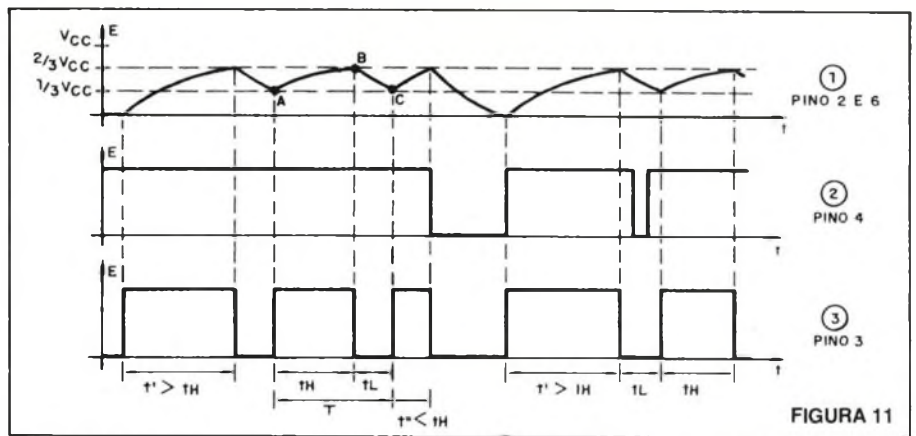
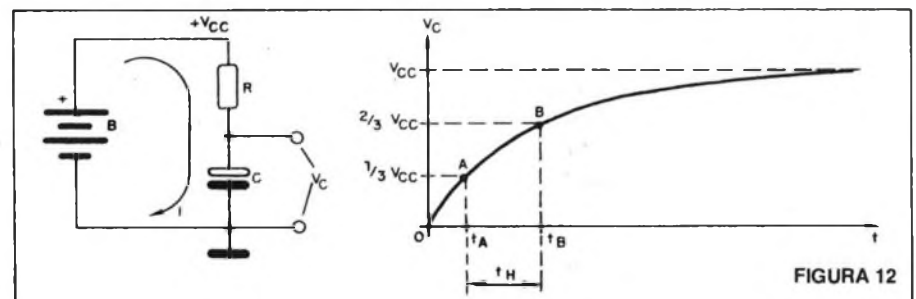

FIGURA 11
FIGURA 12
Para facilitar o entendimento da explanação que acabamos de realizar, a figura 11 mostra a forma de onda que esperamos observar em alguns
• de acordo com o gráfico 3 da figura 11 notamos que $t_H > t_L$ para a estrutura elétrica do astável da figura 10, isto é perfeitamente viável porque C1 se recarrega lentamente através de R1, R3, R4 e R5, descarregando-se mais rapidamente por meio de R4 e R5.
Consideremos o circuito da figura 12 que mostra a carga do capacitor C através da resistência R e de uma fonte de tensão V_{cc} – o gráfico indica a forma como varia a ddp entre as armaduras do capacitor estando anotados os pontos de nosso interesse, isto é, os pontos nos quais a ddp proporcionada pelo capacitor corresponde a 1/3 de V_{cc} e 2/3 de V_{cc} , respectivamente pontos A e B.
A diferença entre o período de tempo t_B utilizado pelo capacitor atinja 2/3 de V_{cc} e o período t_A necessário para alcançar 1/3 de V_{cc} corresponde ao período t_H durante o qual a saída do C.I. se mantém em nível alto – vide gráfico 1 e 2 da figura 11.
Pois bem, determinemos o período t_B (figura 12); temos:
O período de tempo tA , figura 12, é estabelecido de forma análoga:
Observando o circuito da figura 10 verificamos que a resistência R , figura 12, corresponde à associação série de $R1, R3, R4$ e $R5$. Assim sendo a expressão III assume o seguinte aspecto:
Como é sabido, ao atingir o ponto B, figura 12, o capacitor se vê obrigado a descarregar-se, tendo inicialmente a tensão $VC = 2/3 V_{CC}$, indo descarregar-se até atingir a condição $VC = 1/3 V_{CC}$ - este ciclo é mostrado no gráfico 1 da figura 11, estando lá assinalados os três pontos de interesse.
Onde Vo é a condição inicial do capacitor e no caso vale $2/3$ de V_{CC} (ponto B da figura 12 ou 13), podemos escrever:
Isto é fácil! Muito fácil pois $f = 1/T$ e o período T corresponde a $tH + tL$ (vide gráfico 3 da figura 11).